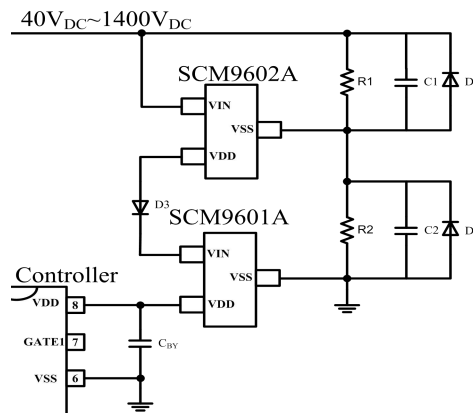

图 7 输入 40V_{DC} ~ 1400V_{DC} 应用电路（SCM9601A 和 SCM9602A 串联使用）
2.当应用在更高的输入电压范围时，推荐搭配我司 SCM9602A，请参阅图 7。其中 C1、C2 为输入端高压储能电容，减缓输入端电压的波动幅度；R1、R2 为均压电阻，避免 C1、C2 漏电流差异导致的不均压问题；D1、D2 和 D3 用来解决 C1、C2 漏电流差异较大带来的电流倒灌问题。